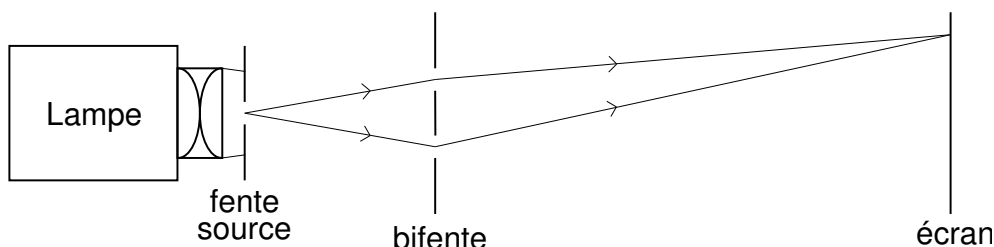

FIG. 1 – Franges d'Young
- Comme le montre la figure 1, on propose l'expérience sous sa forme classique, sans utiliser de lentille après la fente source. Il ne s'agit pas d'une expérience de diffraction de Fraunhofer.